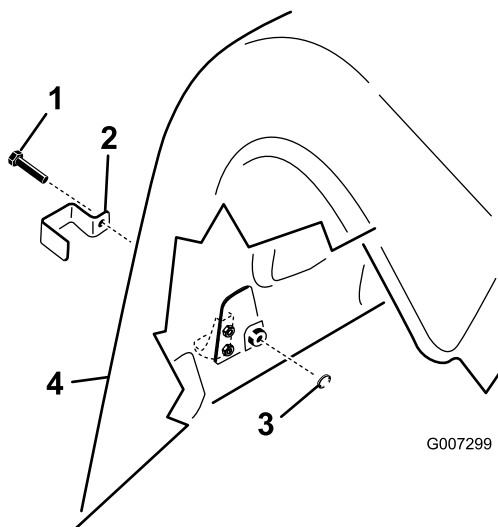

图18
1. 在 ProCore 864 型号上使用带头螺栓共 4 个将锁定支架安装到左、右后下机罩和上机罩铰锁的上方请参阅图18。
2. 在 ProCore 1298 型号上使用带头螺栓每个打孔头 3 个共 6 个将锁定支架安装到左、右后盖上的所有后下机罩门锁和外侧上机罩门锁请参阅图18。
3. 用钳子或可调扳手将内锁定垫圈拧到各个螺栓 12 个螺纹以固定门锁图18。